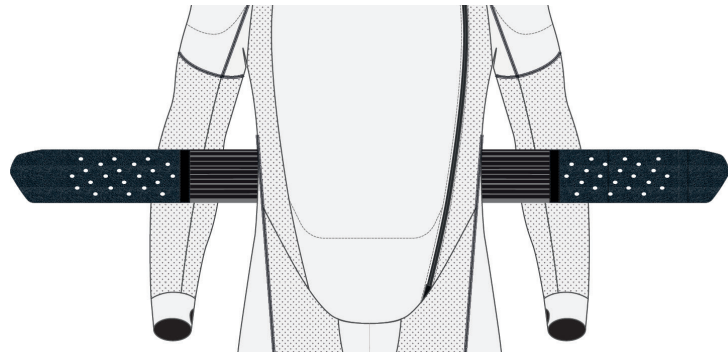

図11
システムの電源をオフのままにするには、図11に示されるように、作動ベルト (4) を開いたままにします。保管、輸送、または出荷中は、常にシステムをオフの状態に維持してください。